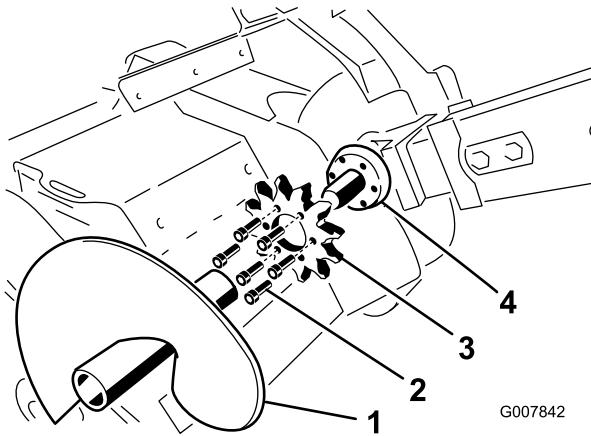

Figura 65
4. Retire a broca de detritos (Figura 65).
9. Retire os seis parafusos que prendem a roda motora de transmissão (Figura 65).
10. Retire e elimine a roda motora de transmissão (Figura 65).
11. Limpe a superfície de montagem da roda no abre-valas (Figura 65).
12. Deslize a nova roda para o eixo (Figura 65).
13. Aperte os seis parafusos na roda à mão (Figura 65).